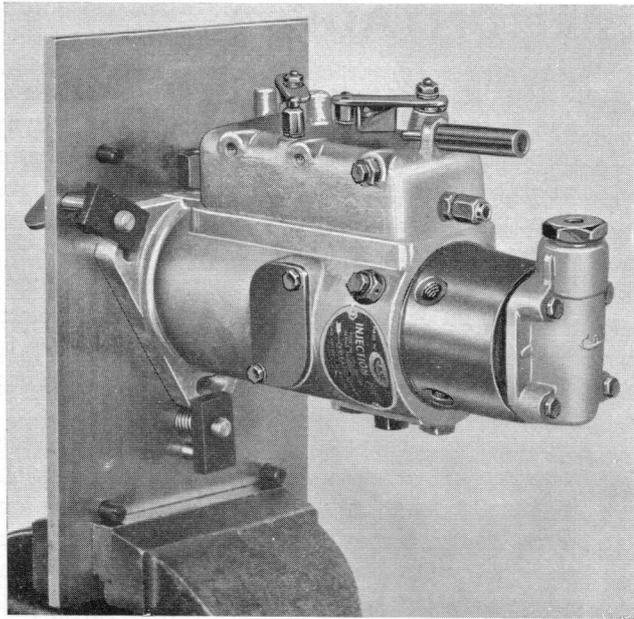

Fig. 23 Pompe à régulateur mécanique montée sur plaque support de démontage et de remontage
3. Monter la pompe sur la plaque de démontage et de remontage No. 7044/888F, et fixer cette plaque dans un étau (Fig. 23).